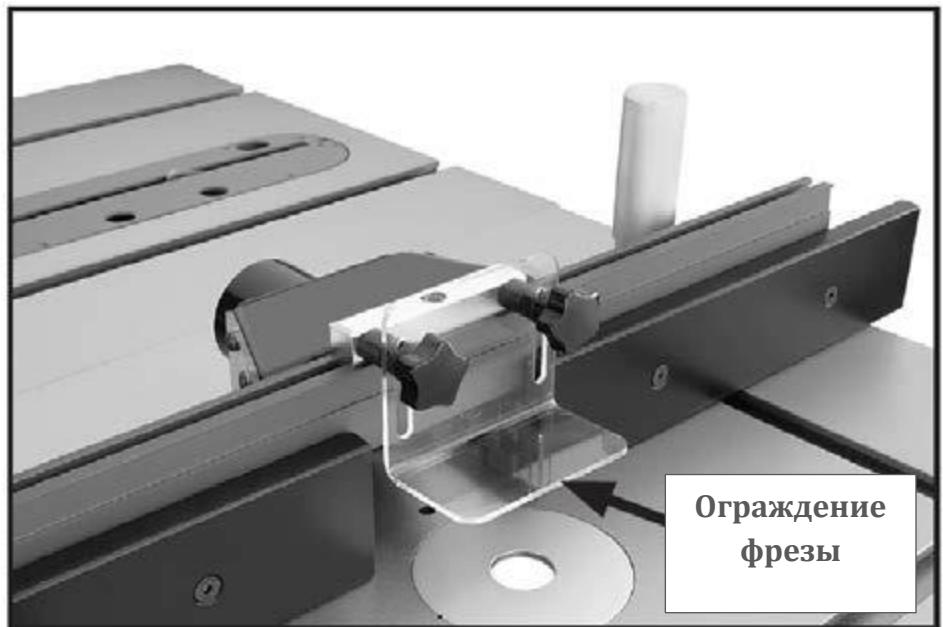

Рис. 11. Закреплённое ограждение фрезы
12. Закрепить пластмассовое ограждение фрезы на кронштейне двумя болтами с фигурными рукоятками, как показано на *рис. 11.*